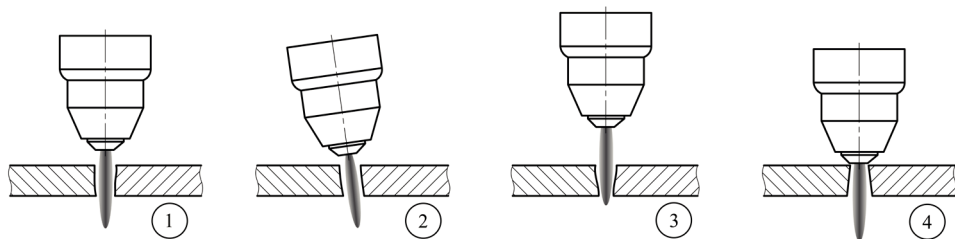

Рис. 7.5. Влияние угла наклона на качество реза.
- Угол наклона плазматрона относительно разрезаемого металла (см. рис. 7.5).